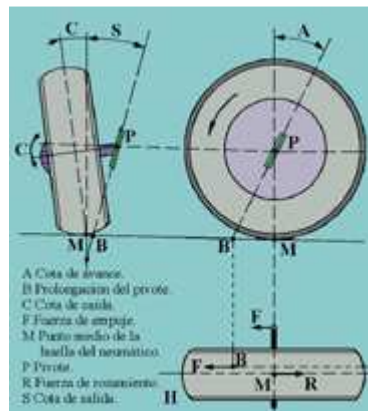

Fig. 19
**Cotas conjugadas (fig. 19)**